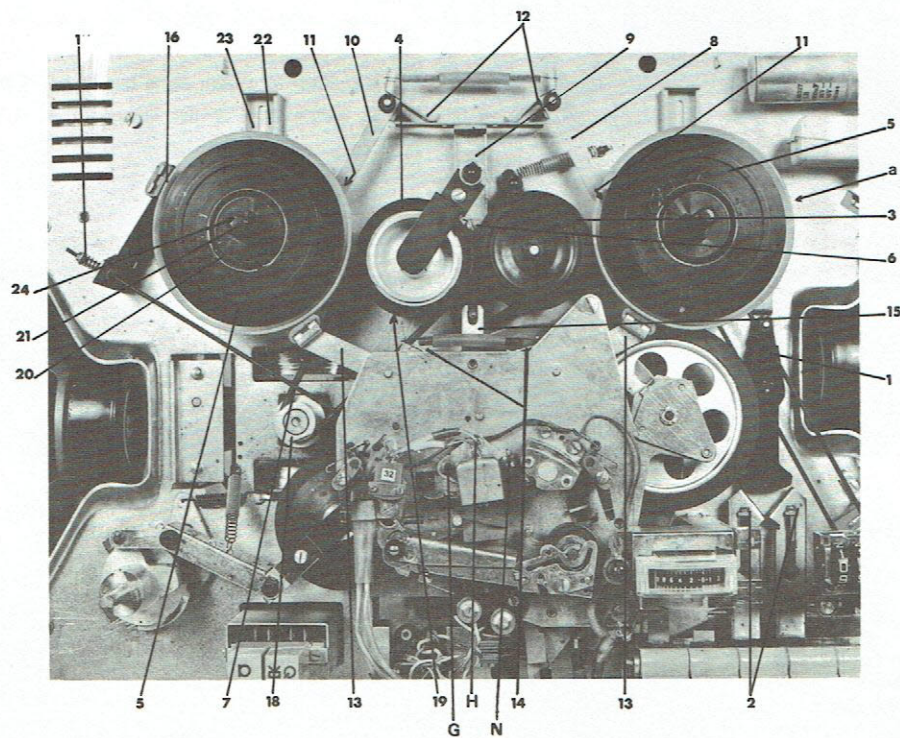

Fig. 9
## REGLAGE - EMOBINAGE (fig. 9)
- En lecture de la partie « B » (500 Hz) régler la hauteur de la tête avec la vis « H » sur la fig. 9).